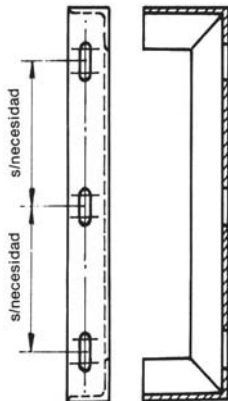

Figura 4
- 1. Posibilidad de fijación de los soportes metálicos porta-aisladores de la figura 4 y 7.